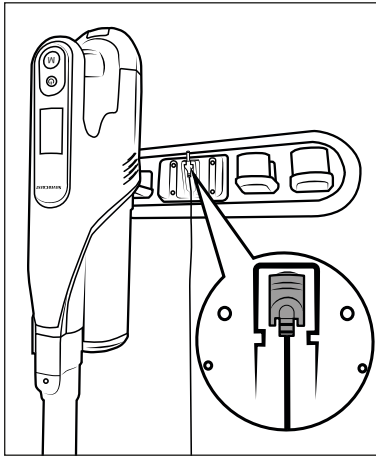

Abb. 6
- ◆ Setzen Sie den Staubsauger von oben in die Wandhalterung **18**, so dass der Hohlstecker **11** in die Ladebuchse **3** an der Unterseite des Gerätes rutscht. Die Batterieanzeige **28** beginnt zu blinken und der Ladevorgang startet (siehe Abb. 6 und 7).